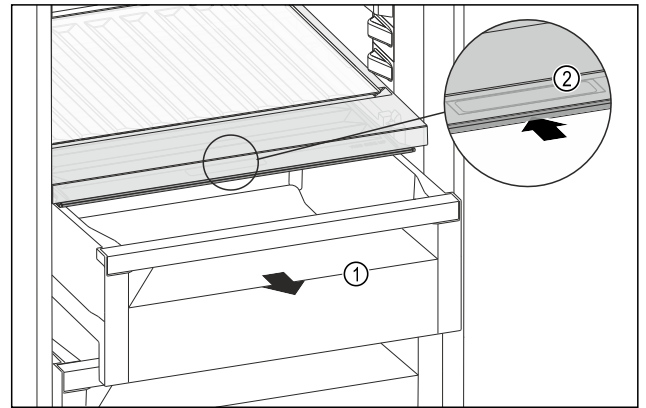

Fig. 190
- Schubfach Fig. 190 (1) herausziehen.
- Griffmulde Fig. 190 (2) am Fachdeckel anfassen und Fachdeckel gleichzeitig nach hinten schieben.